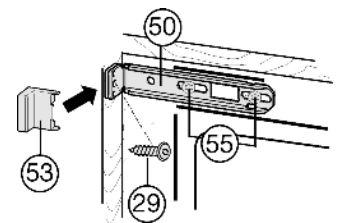

Fig. 18
- ▶ Allentare le viti Fig. 18 (55).
- ▶ Avvitare la squadretta di fissaggio Fig. 18 (50) superiore al fianco del mobile con viti per truciolare Fig. 18 (29)  $\varnothing 4 \times 19$ .
- ▶ Staccare l'estremità sporgente della copertura Fig. 18 (53).
- ▶ Serrare le viti Fig. 18 (55).
- ▶ Applicare sopra la copertura Fig. 18 (53).